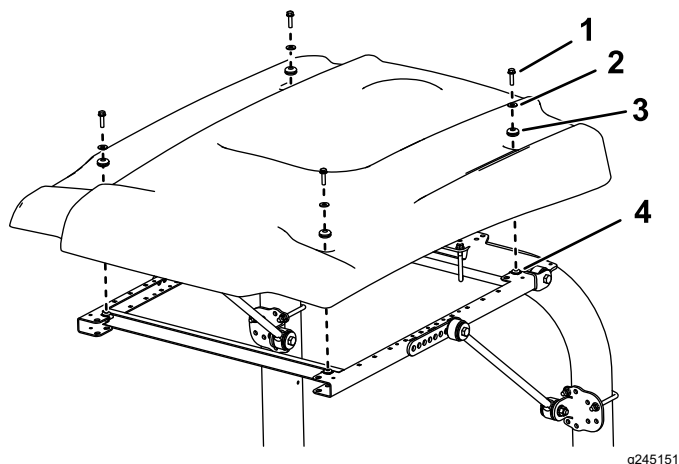

Figura 13
14. Ao alinhar os furos de montagem, posicione o toldo na estrutura como se mostra na Figura 13.
15. Monte, sem apertar completamente, cada canto do toldo na estrutura com um parafuso de cabeça flangeada ($\frac{5}{16}$ pol. x $1\frac{1}{4}$ pol.), uma anilha pequena e um olhal (Figura 13).